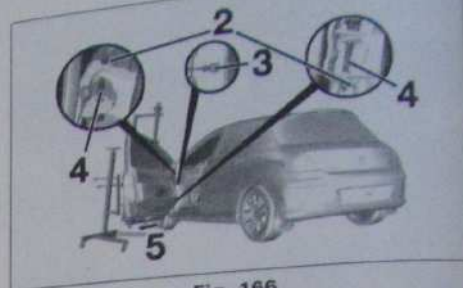

Fig. 166
- la vis (3) (Fig. 166),
- les clips (2),
- les axes (4).
• Écarter la porte avant en (5).